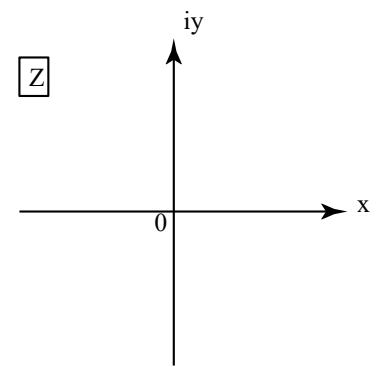

図1
- 複素速度ポテンシャルが $W_1(z) = Az$ で与えられる流れについて、速度ポテンシャル ϕ_1 および流れ関数 ψ_1 を求めよ。また、流線と等ポテンシャル線をそれぞれ実線と破線で図1に記入せよ。